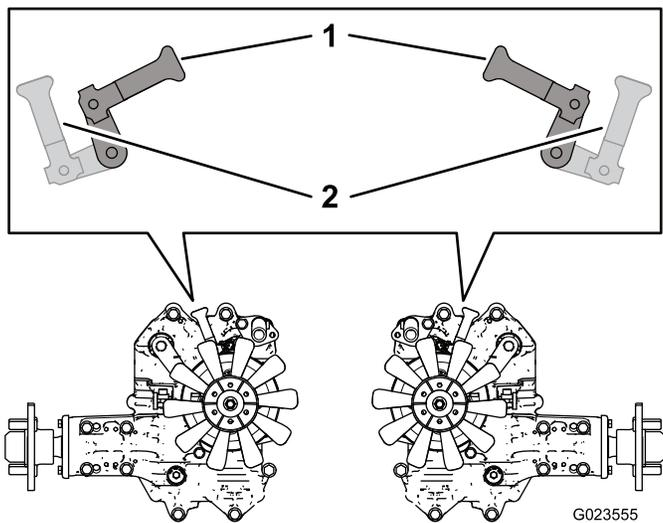

**Figura 28**
2. Desde debajo de la máquina, gire las palancas de las válvulas de desvío (Figura 27 y Figura 28) hacia dentro, orientadas hacia el centro de la máquina (Figura 29), y quite el freno de estacionamiento; consulte Uso del freno de estacionamiento (página 24).